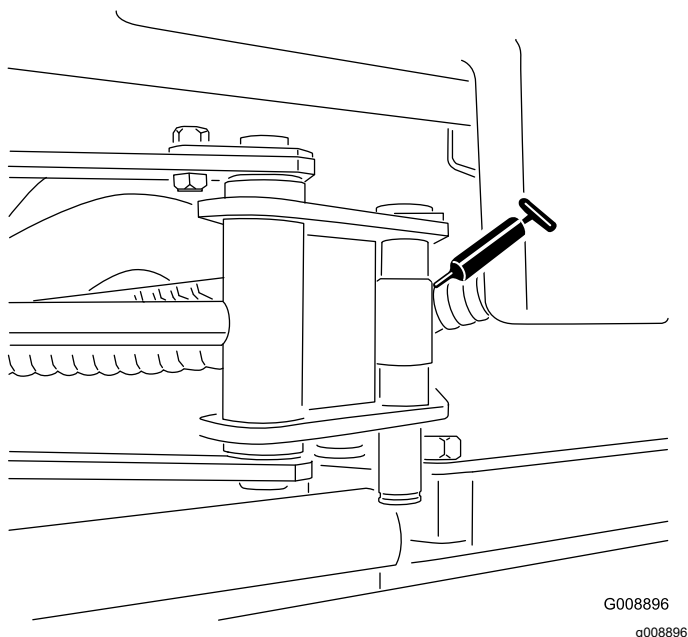

Figura 33
- Extremos de los cilindros del SideWinder (2) (Figura 33)